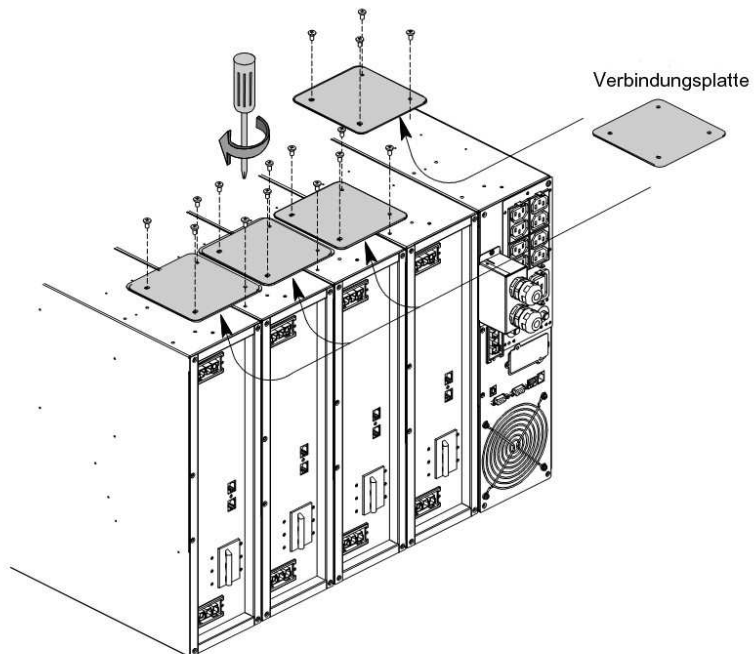

Abbildung 16. Installieren der Verbindungsplatten
9. Richten Sie die einzelnen Verbindungsplatten an den entsprechenden Schraubenlöchern der Gehäuse aus und befestigen Sie sie mithilfe der mitgelieferten Schrauben (siehe Abbildung 16).